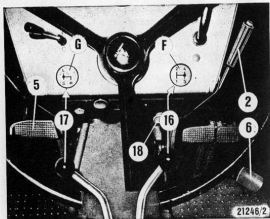

Bild 16
- b) Auskuppeln, Gang- und Gruppenschalthebel auf Leerlauf stellen. Wenn erforderlich abbremsen. Handbremse ④ (Bild 16) anziehen. Bei Frostgefahr Traktor nicht mit der Handbremse feststellen, sondern einen kleinen Gang einlegen.)